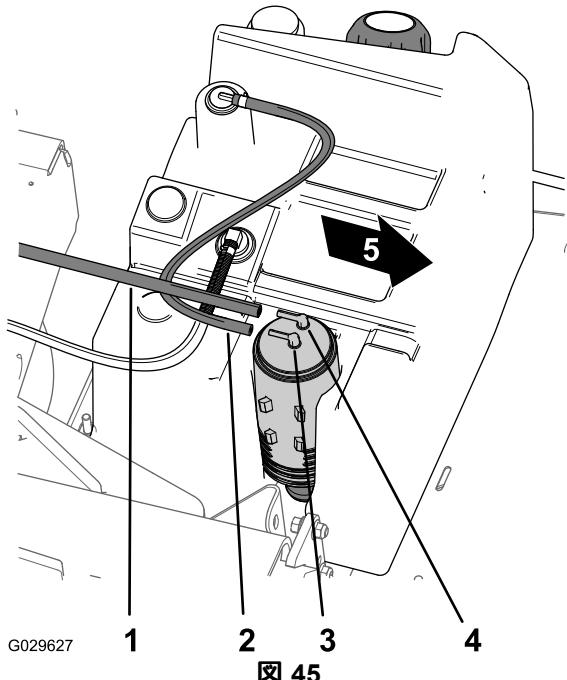

図 45
1. カーボンキャニスタの Purge と書かれたフィッティングから、バキュームホースを外す図 45。
2. カーボンキャニスタの Fuel Tank 燃料タンクと書かれたフィッティングから、ホースを外す図 45。
- カーボンキャニスターの Purge と書かれたフィッティングにバキュームホースを取り付ける図 45。